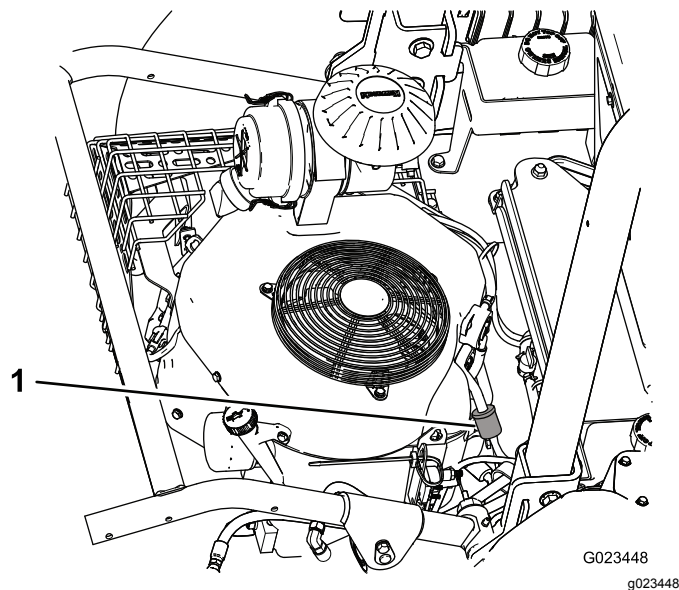
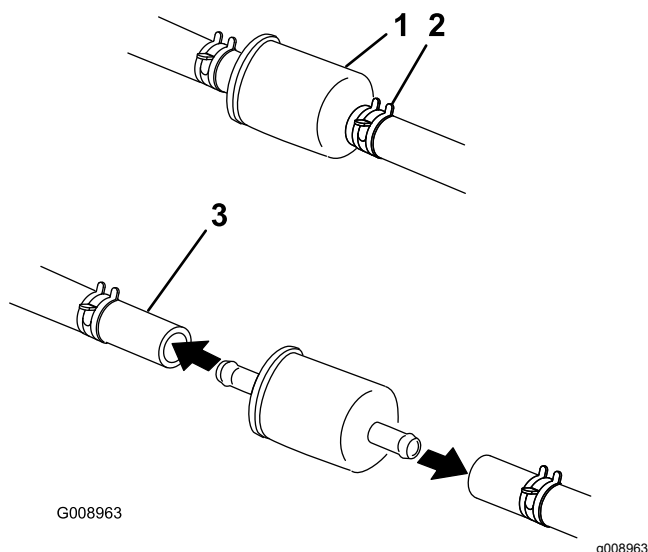

Figura 47
Figura 48
2. Allentate la fascetta stringitubo sul lato carburatore del filtro e rimuovete il tubo di alimentazione dal filtro (Figura 47 e Figura 48).